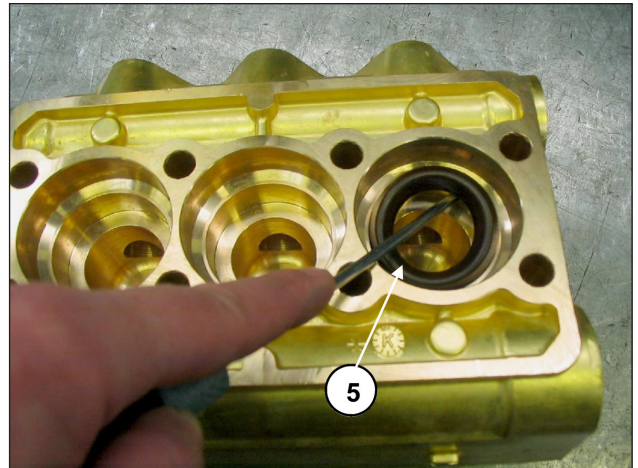

Fig. 21
C) Remova as vedações de alta pressão do cabeçote e os de baixa pressão do suporte relativo usando ferramentas simples, conforme indicado na Fig. 21, pos. ⑤, prestando atenção para não danificar os assentos respectivos.